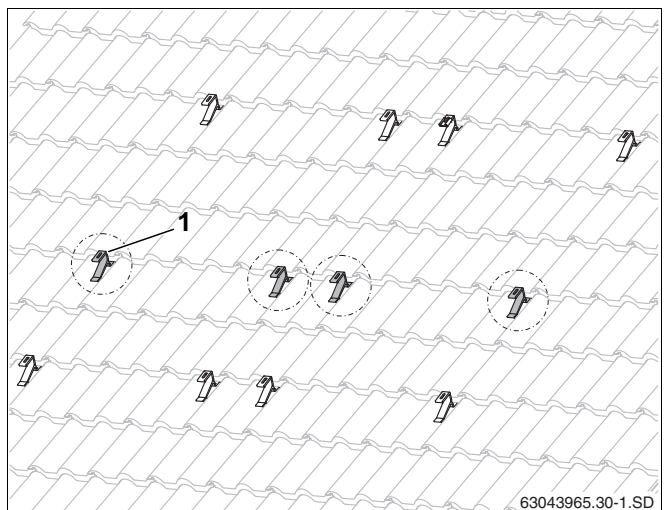

Fig. 28 Ekstra tagkroge til snelastprofilen (her: til to solfangere)
- ▶ Fastgør de ekstra tagkroge (fig. 28, **pos. 1**) midt mellem de øverste og nederste tagkroge, som allerede er monteret.